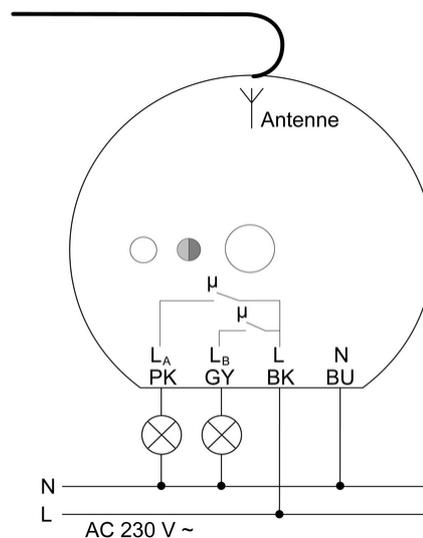

Figura 3
- Collegare l'attuatore (1) come da schema di collegamento (figura 3) ai morsetti per lampade (vedere Utilizzo dei morsetti per lampade).